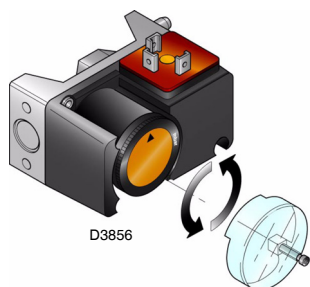

Fig. 24
- Regolare il pressostato gas di massima (Fig. 24) a fine scala.